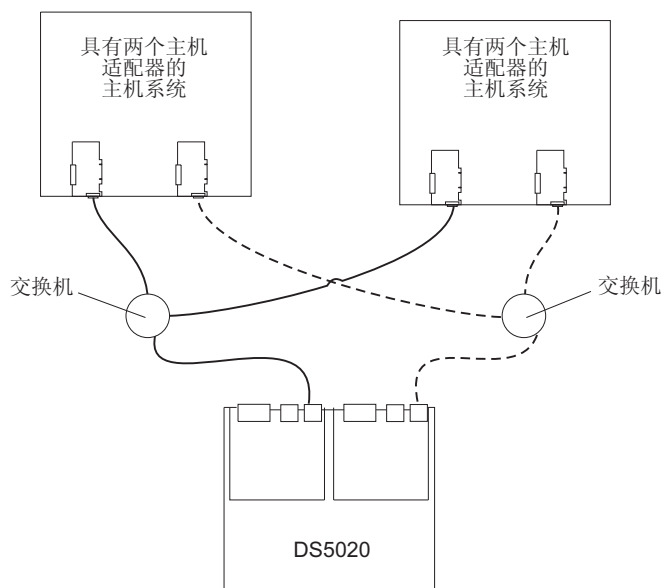

图 58. 双 SAN 光纤网配置的示例
- 双 SAN 光纤网配置，如第 82 页的图 58 中所示
在第 82 页的图 58 中，光纤通道交换机可通过交换机间链路（ISL）连接在一起，以形成一个双 SAN 光纤网。